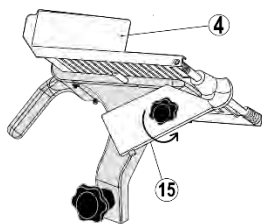

FIG 4. LIBERAR PISÓN
- 1.- Coloque el producto a cortar sobre el carro (4).
- 2.- Levante el pisón (15) y jálalo hacia Ud. para liberarlo. Sin forzarlo, gírelo en contra de las manecillas y posicónelo encima del carro (4), sobre el producto (Fig. 4).